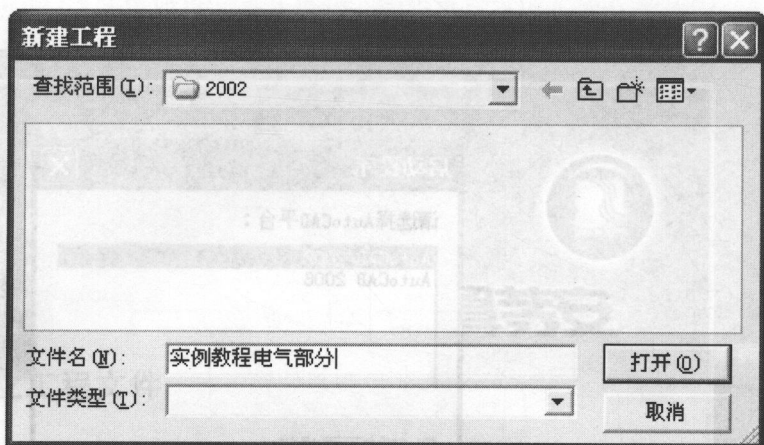

图 2-5 “工程文件保存位置 (路径)”对话框
点击按钮【是 (Y)】, 弹出“工程文件保存位置 (路径)”对话框 (图 2-5)。